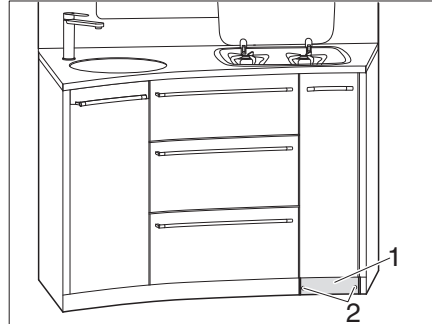

Fig. 120 Destornillar el zócalo
- Desatornillar 2 tornillos (Fig. 120,2) en el zócalo (Fig. 120,1).
- Retirar el zócalo (Fig. 120,1).